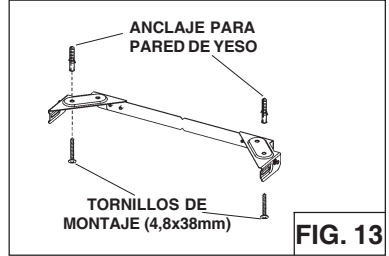

FIG. 13
3. Asegure el ensamble de soporte al techo utilizando los tornillos de montaje (2) 4.8 x 38mm y anclas para paredes de yeso (Fig. 13). Asegúrese que el soporte este contra la esquina, junto con la pared is es necesario, y centrado sobre sobre la campana. Complete instalación.